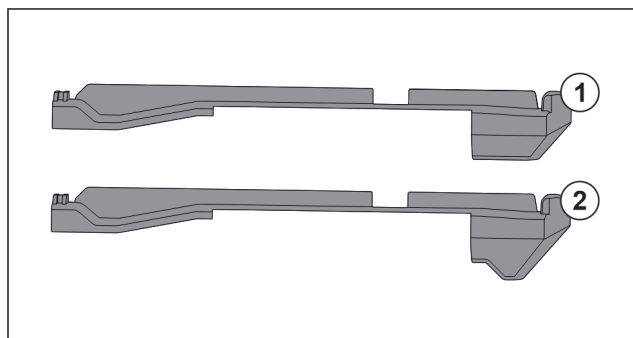

Fig. 149 Confronto degli elementi inseribili
Nell'apparecchiatura si trovano due diversi elementi inseribili. L'elemento inseribile sopra il cassetto più in basso Fig. 149 (2) presenta un bordo triangolare. Tutti gli altri elementi inseribili Fig. 149 (1) dispongono di un bordo dritto.
- ▶ Applicare l'elemento inseribile Fig. 149 (2) con il bordo triangolare sopra il cassetto più in basso.
- ▶ Applicare l'elemento inseribile Fig. 149 (1) con il bordo dritto su tutti gli altri punti.